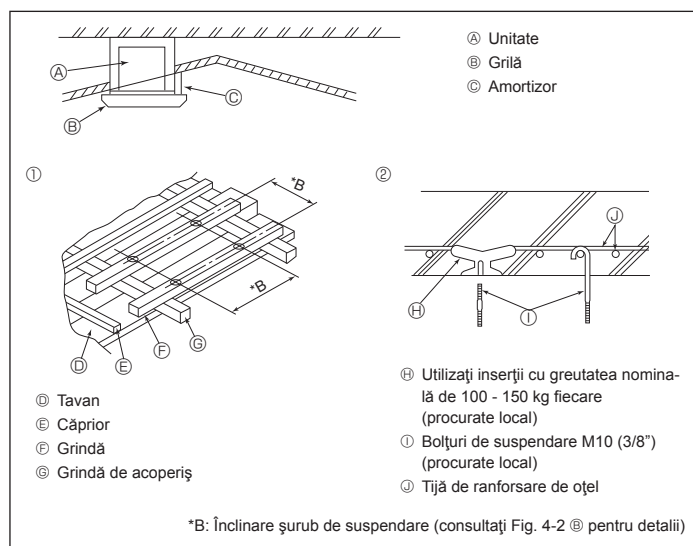

Fig. 4-4
4.4. Structura de suspendare (Ranforșati structura de suspendare din locația de instalare) (Fig. 4-4)
① Structuri din lemn
② Structuri din fier beton